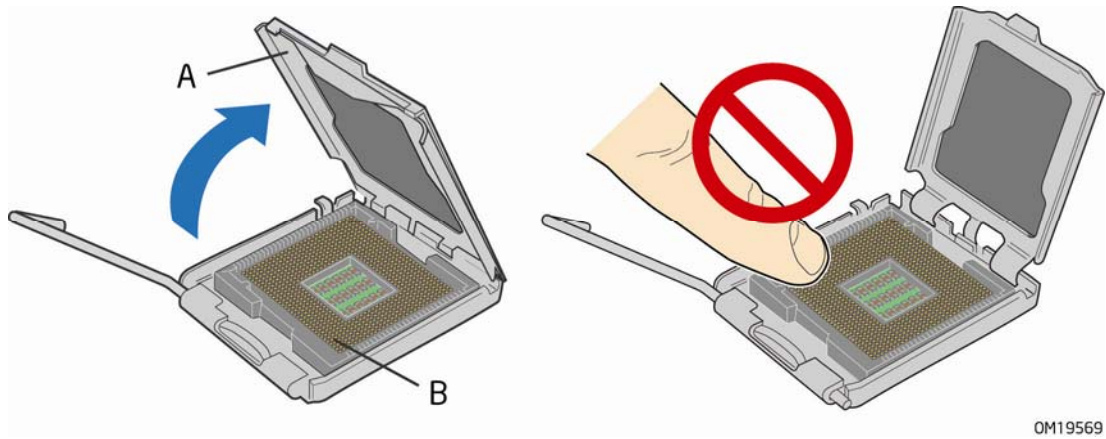

图 7. 抬起压板
3. 抬起压板（图 7 中的 A）。切勿触碰插座触点（图 7 中的 B）。